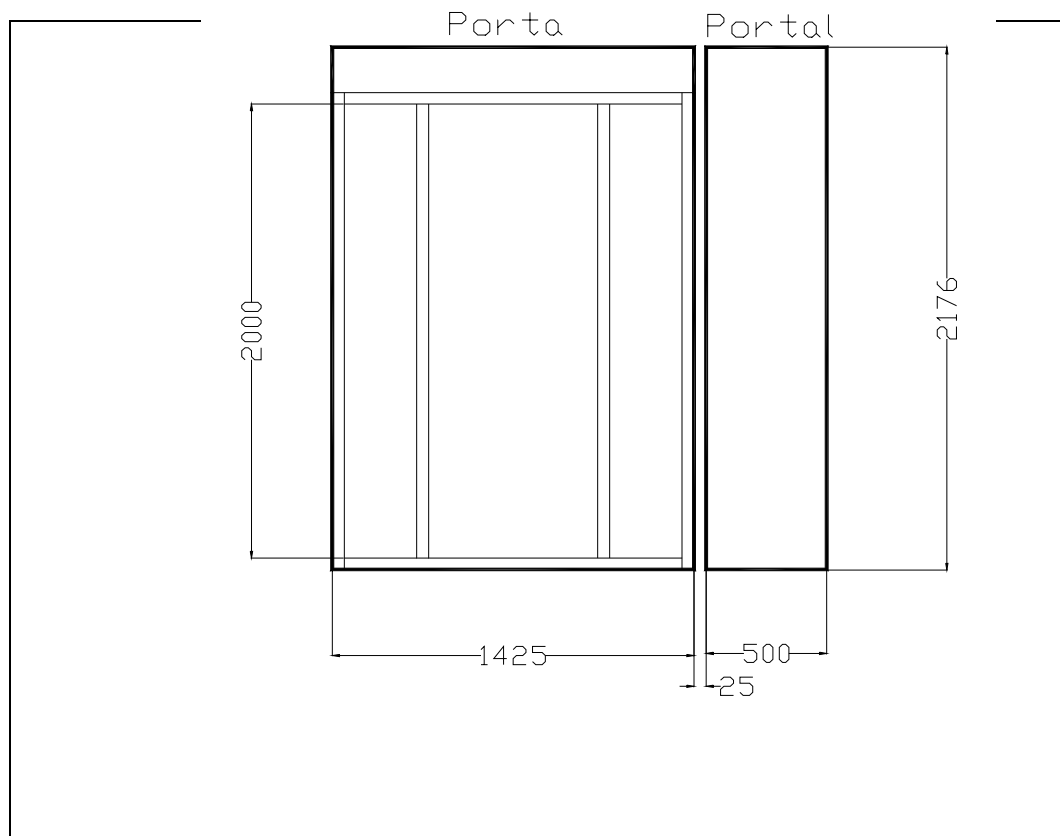

FIG.3
Favor atentar para o item 5 quando for definir tipo ou mudança da caxilharia. A figura abaixo dá as dimensões do portal, de sua base de sustentação e do espaço entre a porta e o portal (fig.3).